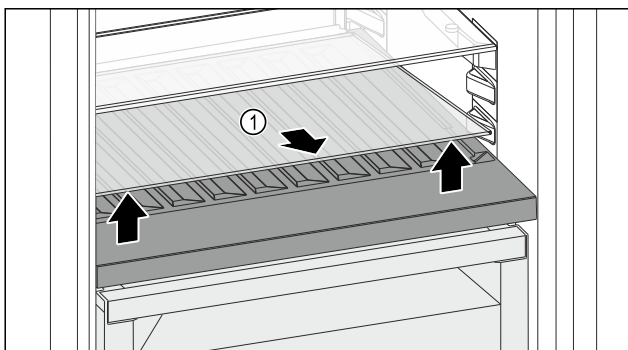

Fig. 137
- ▶ 抬起前部槽上的玻璃隔板 Fig. 137 (1) 并取出。
- ▶ 将玻璃隔板 Fig. 137 (1) 稳妥地放在冰箱外。
- ▶ 将玻璃隔板 (2) 放入可调瓶架下方。